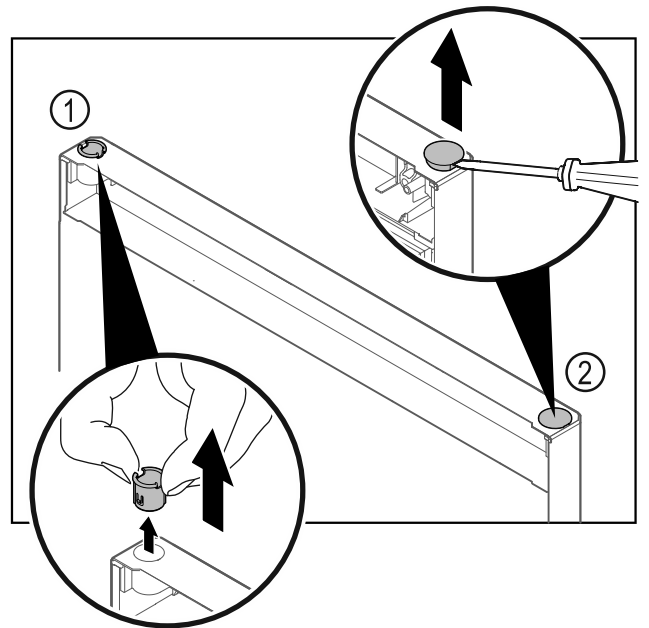

Fig. 20
- ▶ Τραβήξτε έξω την υποδοχή μεντεσέ Fig. 20 (1) με το δάχτυλο.
- ▶ Ανασηκώστε προσεκτικά την τάπα Fig. 20 (2) με ένα ίσιο κατασαβίδι και τραβήξτε την έξω.